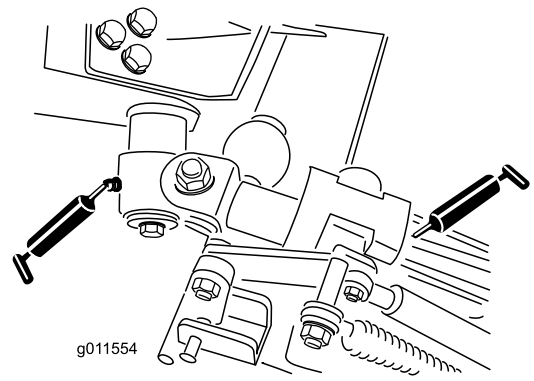

Bild 47
- Kipphebel-Drehbüchsen (2) (Bild 47)
- Hintere Armbüchsen (4) (Bild 47)